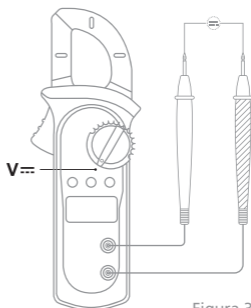

Figura 3
A. Medición de voltaje CD (Figura 3)